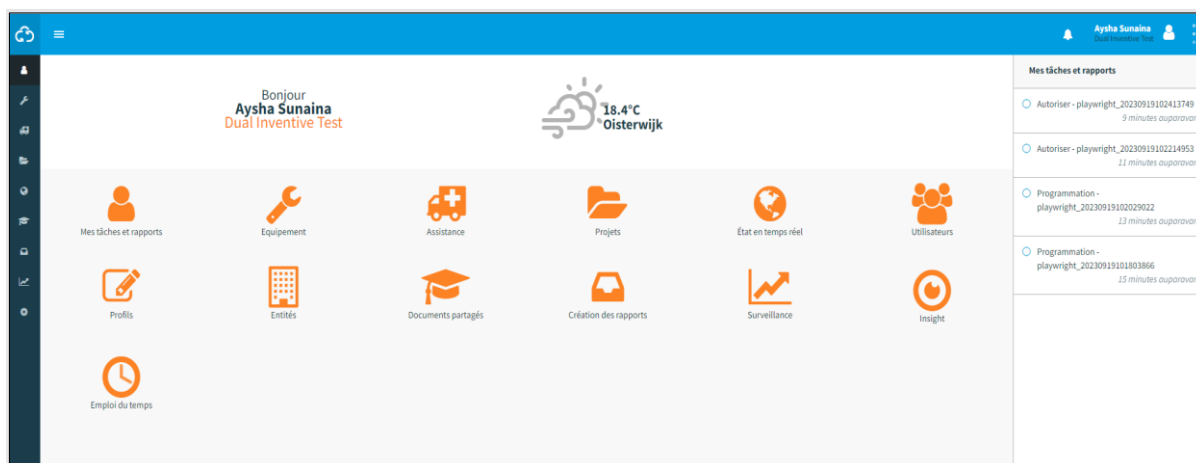

Figure 11 Tableau de bord
1. Allez au tableau de bord (Figure 11) et cliquez sur Entités.